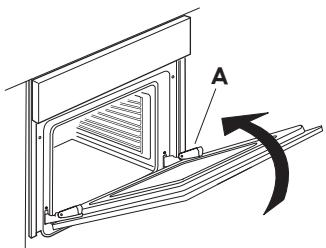

fig. 2
3. Sluit de deur tot de blokering (A), til hem op (B) en draai hem (C) tot de deur loshaakt (D) (Fig. 2, 3, 4).